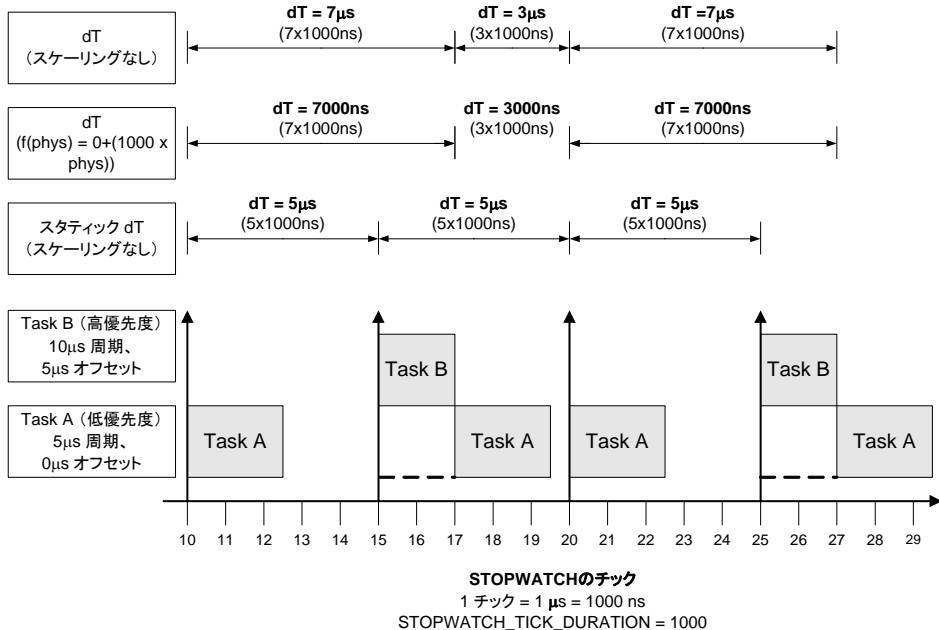

図 7-3 ダイナミック dT とスタティック dT
1. プロジェクトプロパティのコード生成オプション **Generate Access Methods for `dT`** \* をオフにします（図 7-3 参照）。